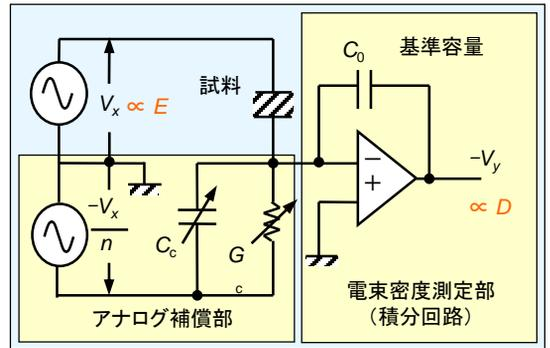
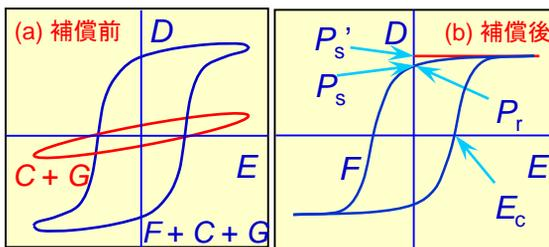

図1 改良型ソーヤ・タワー回路
図2 D - E 履歴曲線の補償（模式図）
- ▶ D - E 履歴曲線が観測されれば、強誘電性を確認したと言える。従来、 D - E 履歴曲線の補償にはソーヤ・タワー回路が用いられてきたが、誤差を小さくするため、改良した回路を開発した（図1）。
- ▶ 補償前の D - E 履歴曲線は図2 (a)のようになるが、改良型回路（図1）により履歴曲線を補償することで、図2 (b)に示すような純粋な自発分極の成分（強誘電成分、 F ）のみの観測が可能になる。